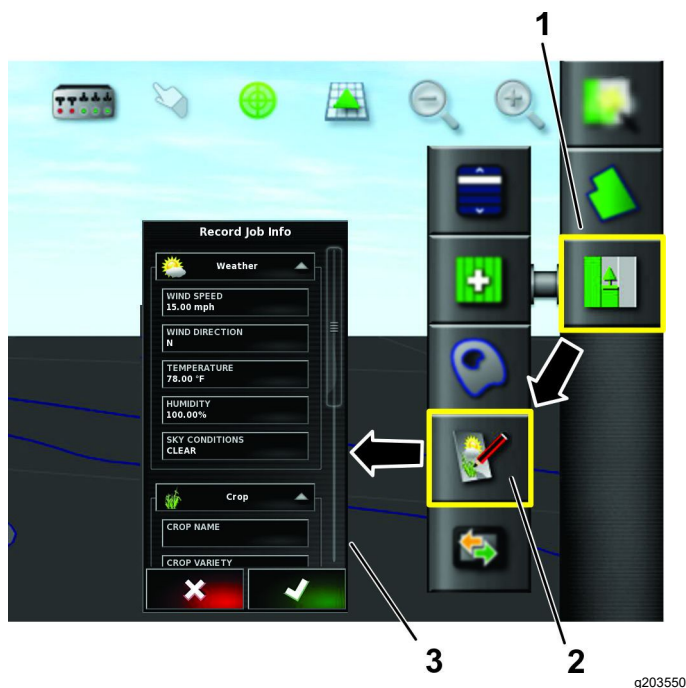

Рисунок 86
1. Нажмите на значок рабочего задания (Рисунок 86).
2. Нажмите на значок записи информации о рабочем задании (Рисунок 86).